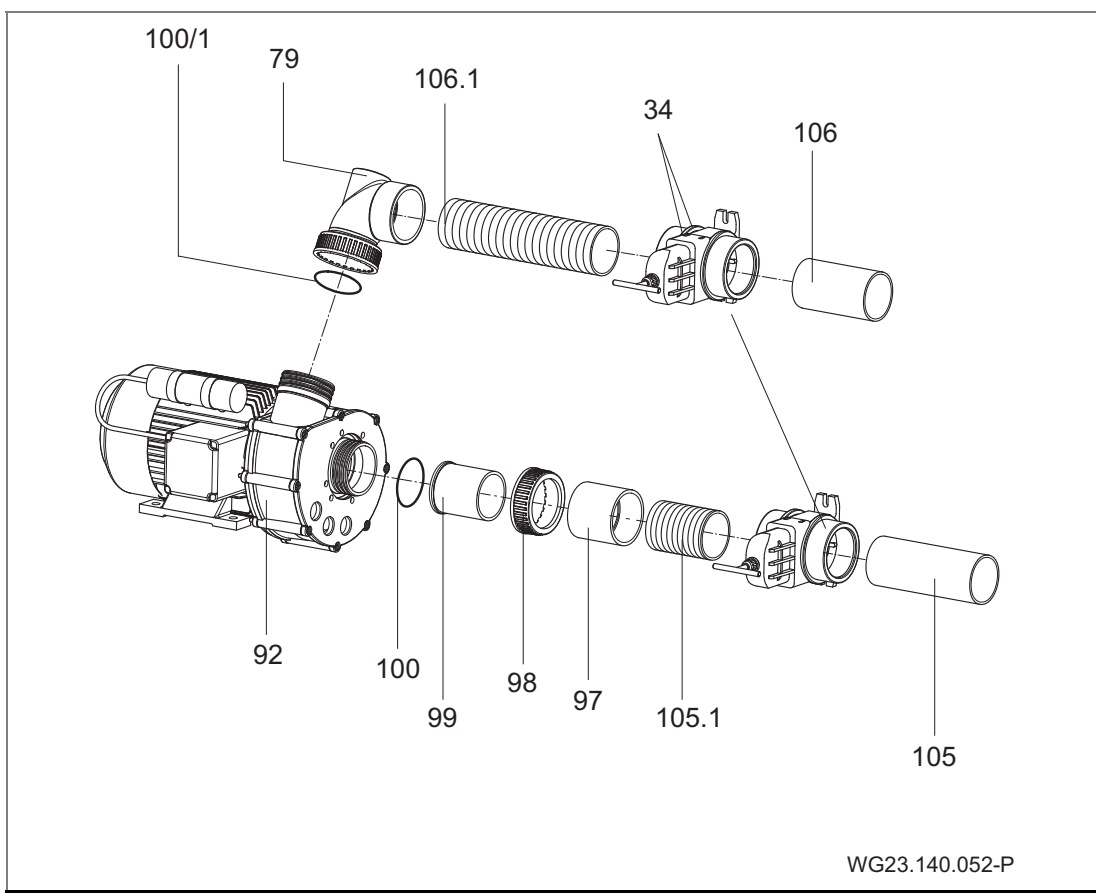

Fig. 20
13. Connecter et coller respectivement la pompe JET (92) côté aspiration au tuyau flexible d'aspiration (21/1), au manchon (97) et aux raccords vissés (98, 99) et côté refoulement au tuyau flexible de refoulement (106.1) et à un coude réducteur spécial (79). (Fig. 20)